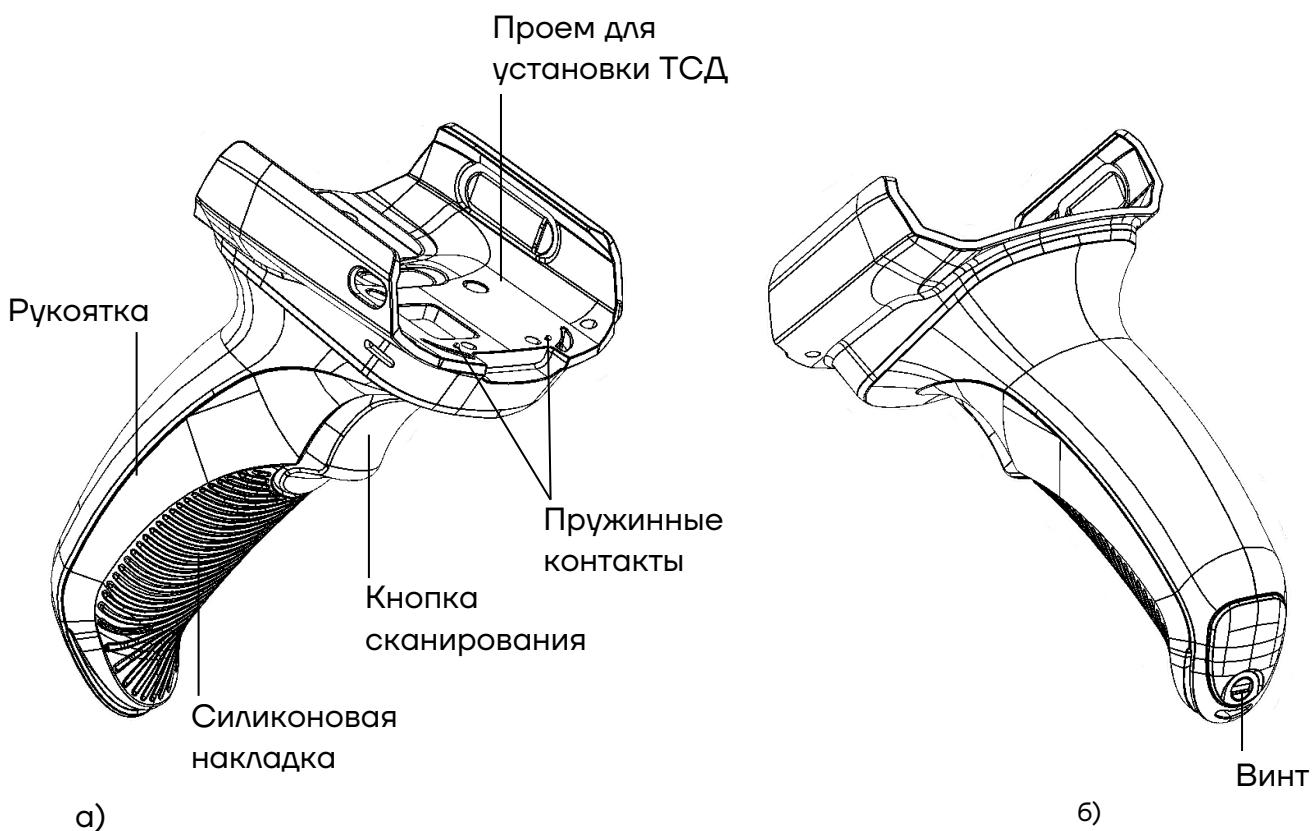
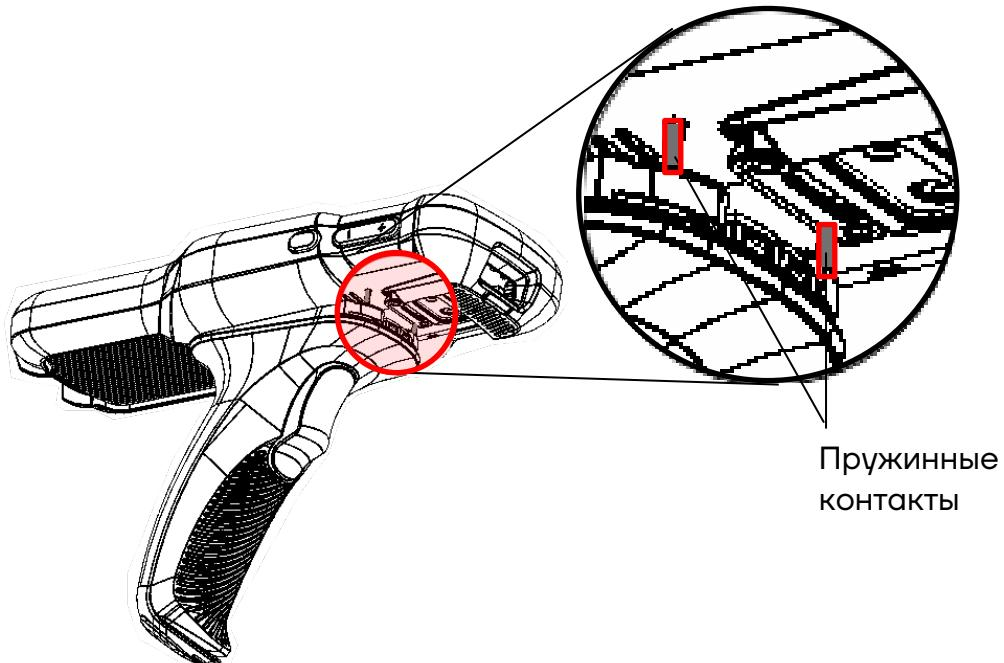

Рисунок 39. Вид пистолетной рукоятки сверху/слева/спереди
Рисунок 45. Расположение контактных пружин для питания ПР
Пистолетная рукоятка (рисунок 39) предназначена для крепления к корпусу терминала сбора данных АТОЛ Smart.Prime, что упрощает работу с ТСД при проведении большого количества операций по считыванию штрихкодов, нанесенных на товар.
- 2** Следить за тем, чтобы при установке клеммы на рукоятке совпали с контактами на ТСД (см. поз. 16 рисунка 2 на странице 10, рисунок 39 и рисунок 45).
Питание пистолетной рукоятки осуществляется от ТСД АТОЛ Smart.Prime, установленного на ПР, при нажатии на кнопку сканирования ПР питание передается через пружинные контакты (см. рисунок 45).